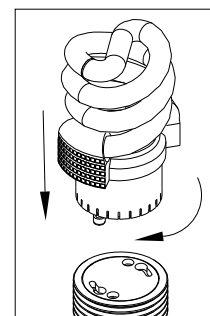

Figure 4
9. **Pour l'installation de la lampe à ballast intégré (9)**, insérer les broches dans la douille (6) et tourner en sens horaire jusqu'à ce que bien en place. **Voir la fig. 4.**
9. **To install Integrated Lamp/Ballast (9)** insert pins into Socket (6) and rotate clockwise until secure. **See Fig. 4.**
9. **Para Instalar la Lámpara/Balastro Integrada (9)** inserte las clavijas en el enchufe (6) y gire hacia su derecha hasta que quede segura. **Vea Fig. 4.**